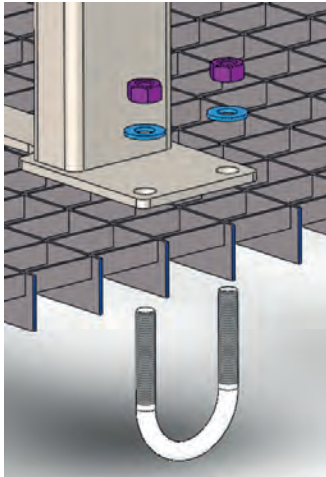

Fig. 4.4.3
- Fixer le support sur le caillebotis à la position souhaitée au moyen des boulons étriers, rondelles et vis fournis. (Fig. 4.4.3)